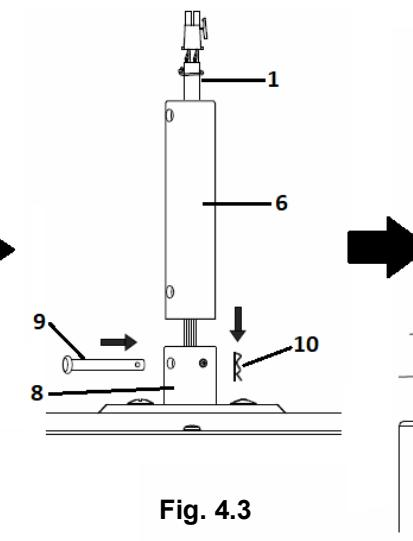

Fig. 4.3
3. Introduzca con cuidado los cables del ventilador (1) a través de la tija (6). (Fig. 4.3)
4. Inserte la tija (6) en el tubo de acoplamiento de la tija (8) alineando los orificios del tubo de acoplamiento con los orificios de la tija. A continuación, inserte el pasador de horquilla (9) y asegúrelo con la chaveta (10). (Fig. 4.3)